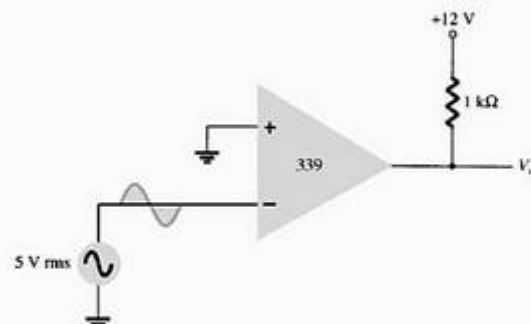

Figura 16.42 Problema 6.
6. Esboce a forma de onda de saída para o circuito da Figura 16.42.